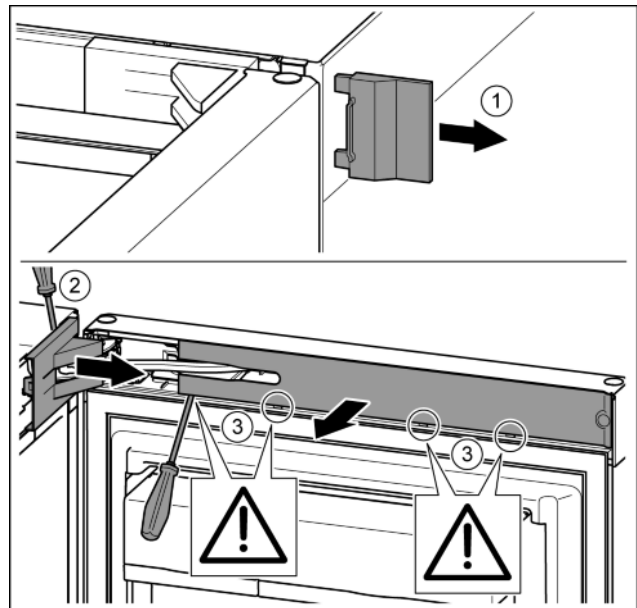

Fig. 11
- ▶ Снять внешнюю крышку. Fig. 11 (1)
- ▶ При помощи отвертки освободить от фиксаторов крышку опорного кронштейна и отсоединить. Снять крышку опорного кронштейна. Fig. 11 (2)
- ▶ Шлицевой отверткой вывести накладку из зацепления и отвести в сторону. Fig. 11 (3)